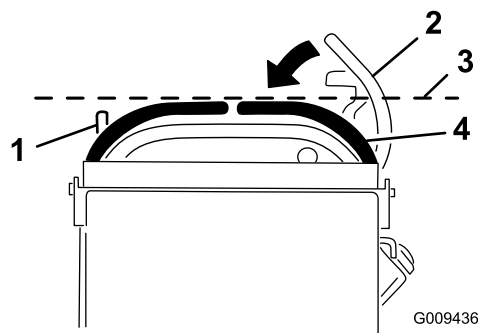

Figura 75
3. Empuje las palancas de control de movimiento hacia abajo, sacándolas de la posición de BLOQUEO/PUNTO MUERTO (Figura 75).
4. Compruebe que la palanca de control de movimiento de la derecha quede alineada en sentido horizontal con la palanca de control de movimiento de la izquierda (Figura 75).